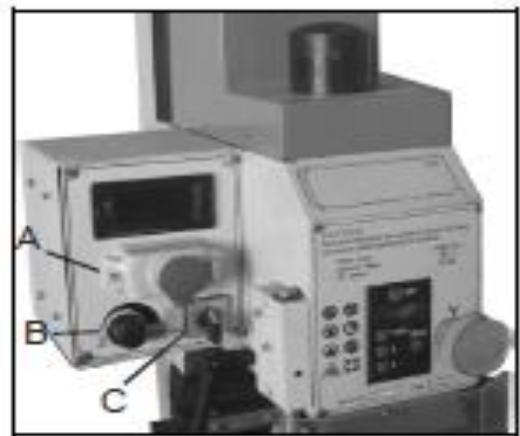

Рис. 12
**Магнитный выключатель** (А, Рис. 12) выполняет функцию аварийного останова, а также защитную функцию для станка и электрических компонентов. Зеленая кнопка, обозначенная знаком «I», предназначена для запуска двигателя. Красная кнопка, обозначенная знаком «O», предназначена для выключения двигателя.
**Круглая ручка для управления частотой вращения** (В, Рис. 12). Поверните ее по часовой стрелке, чтобы увеличить частоту вращения шпинделя. Чтобы уменьшить частоту вращения шпинделя, поверните ручку против часовой стрелки. Ручка должна возвращаться в исходное положение при каждой остановке станка. Всегда запускайте станок только тогда, когда ручка находится в исходном положении.
**Переключатель положения** (С, Рис. 12). Изменение положения переключателя изменит направление вращения двигателя. F – вперед, R – назад.